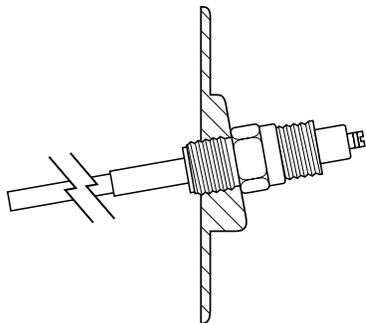

**Figura 5**
**NOTA:** O elemento de proteção **TEM** que ficar do lado de fora do bocal. **NÃO** monte a unidade horizontalmente em um bocal mais fundo que 3" (75 mm). Veja a Figura 5. O produto pode se acumular no bocal e provocar falso acionamento.